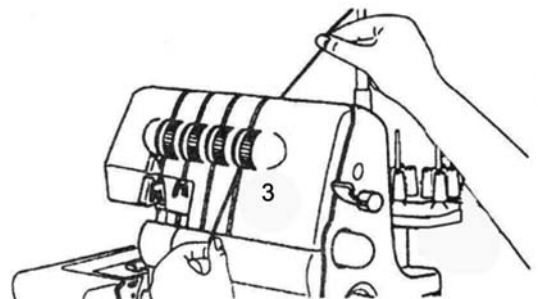

Abb.21
3. Halten Sie den Faden mit den Fingern fest, führen Sie ihn zwischen den Scheiben des Fadenspannungswählers **17** hindurch und ziehen Sie ihn dann nach unten (3) (Abb. 21).
① **Hinweis:**